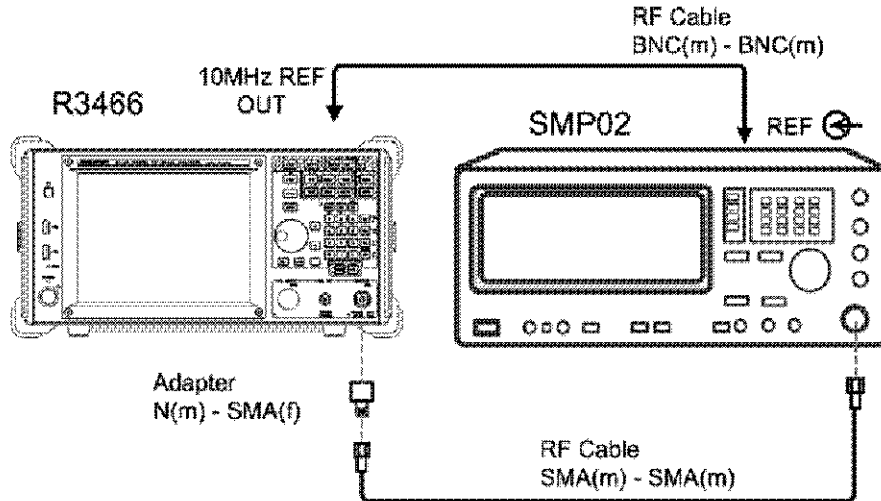

図 2-5 周波数スパン確度試験
1. 機器を図 2-5 のように接続します。R3466N の場合は、Adapter の後に 50 to 75 Ω 変換器を使用して本器と接続します。